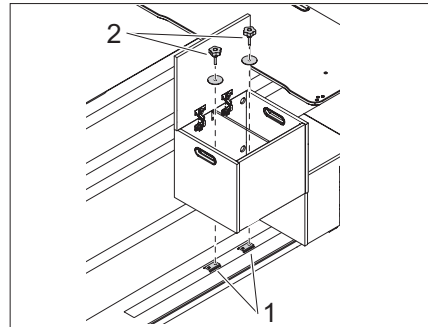

Bild 46 Staubbox anbringen
- Staubbox über die Gewindeplatten (Bild 46,1) in der Schiene stellen.
- Sternschrauben (Bild 46,2) mit Scheiben durch die Staubbox führen und in die Gewindeplatten (Bild 46,1) schrauben.